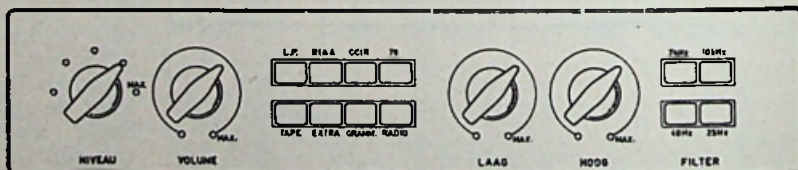

Fig. 27
4. Fig. 27 geeft een tekening van de frontplaat van de voorversterker zoals hij is gemaakt door schrijver dezes. De pijlknoppen zijn van AMROH (wit) en de druktoetsen van Torotor (wit). Het bedieningspaneel werd van perspex gemaakt, dat aan de achterzijde lichtblauw werd gespoten. De letters zijn aan de voorzijde